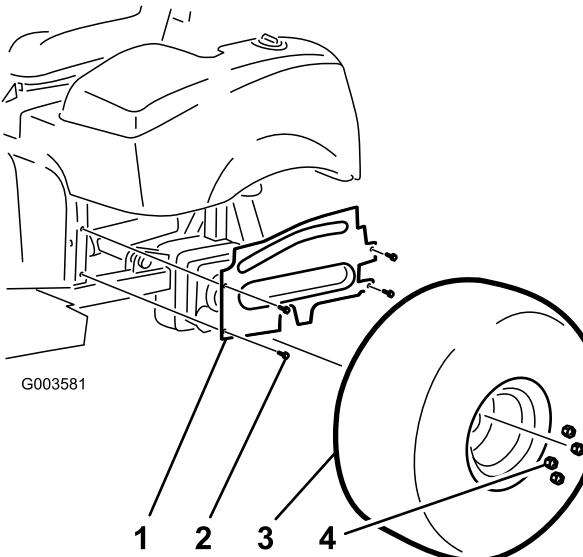

図 4
4. 左ホイール用のシュラウドをフレームに固定しているフランジヘッドねじ4本を外す図4。シュラウドを外して保管する。